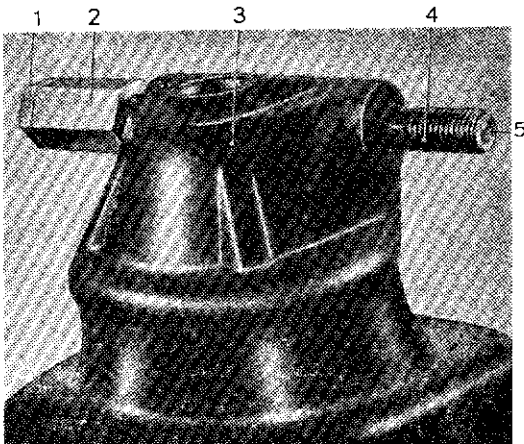

Fig. 62. — Extraction de l'axe d'articulation d'un triangle supérieur
- A l'aide de l'extracteur S-1146 extraire l'axe de la traverse (voir figure 62), l'extracteur doit être placé comme indiqué sur la figure c'est-à-dire côté de l'axe présentant un point de centre.